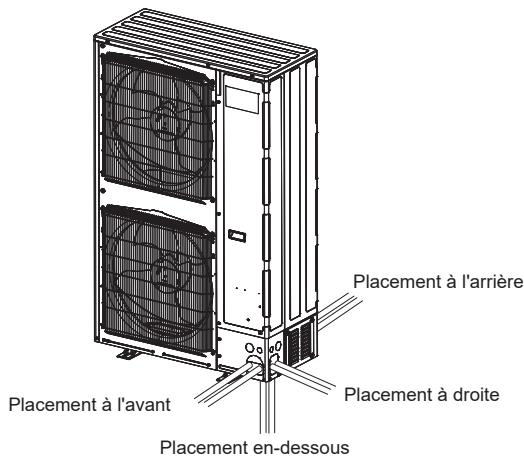

Fig. 4-11
- ① Effectuer les raccordements des tuyaux de réfrigérant de l'appareil intérieur/extérieur lorsque la vanne d'arrêt de l'appareil extérieur est complètement fermée.
- ② Faire le vide d'air de l'appareil intérieur et des tuyaux de raccordement.
- ③ Fixez les cache-tuyaux avant et arrière de manière à ce qu'ils correspondent à chacune des directions par lesquelles passe la tuyauterie. (Fig. 4-11)
- Lorsque vous acheminez les tuyaux à l'aide d'un cache-tuyau, découpez l'orifice défonçable dans le cache-tuyau Ⓑ ou Ⓒ en suivant la rainure, et enveloppez les tuyaux. (Fig. 4-11)